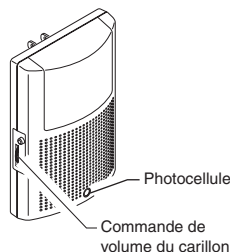

Figure 2
4. **Réglez le volume à la puissance souhaitée (voir la Figure 2).**